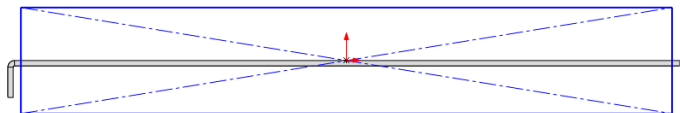

图 13-54 绘制草图对象
(7) 单击【草图绘制】按钮，选取上视基准面，进入草图绘制环境，绘制草图对象，如图 13-54 所示。
(8) 退出草图绘制环境，单击【曲线】右侧的下拉按钮，在弹出的列表框中，单击【分割线】按钮，弹出【分割线】属性管理器，选中